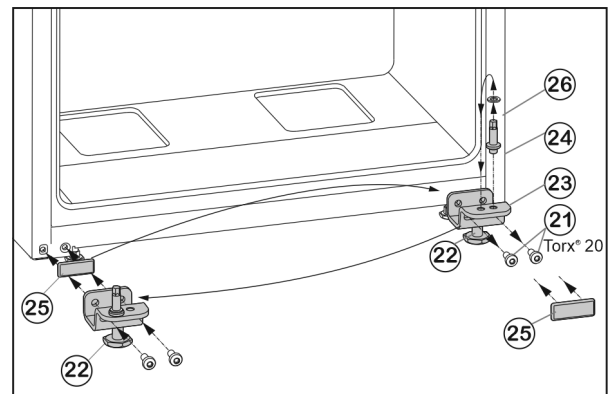

Fig. 7
- ▶ Desserrer les vis de fixation Fig. 7 (21).
- ▶ Retirer l'ensemble du support de palier inférieur Fig. 7 (23) avec le boulon de palier Fig. 7 (24), la rondelle Fig. 7 (26) et le pied de réglage Fig. 7 (22).
- ▶ Dévisser l'ensemble du boulon de palier *Fig. 7 (24)* avec la rondelle *Fig. 7 (26)*, déplacer le tout dans le trou de préhension du côté opposé du support de palier et revisser fermement.
- ▶ Retirer avec précaution la plaque de recouvrement *Fig. 7 (25)* et la déplacer du côté opposé.
- ▶ Revisser l'ensemble du support de palier inférieur *Fig. 7 (23)* avec le boulon de palier *Fig. 7 (24)*, la rondelle *Fig. 7 (26)* et le pied de réglage *Fig. 7 (22)* du côté de la nouvelle charnière, au besoin à l'aide d'une visseuse sans fil (**en appliquant un couple de 4 Nm**).
- ▶ Placer la porte inférieure depuis le haut sur le boulon *Fig. 7 (24)*.
- ▶ Dévisser le pied de réglage *Fig. 7 (22)* au niveau du support de palier inférieur *Fig. 7 (23)* jusqu'à ce qu'il repose au sol.